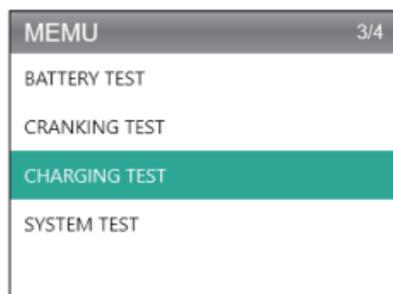

Figura 4.4.1
1. Selecione Teste de Carregamento e pressione [OK]. (Veja Figura 4.4.1)